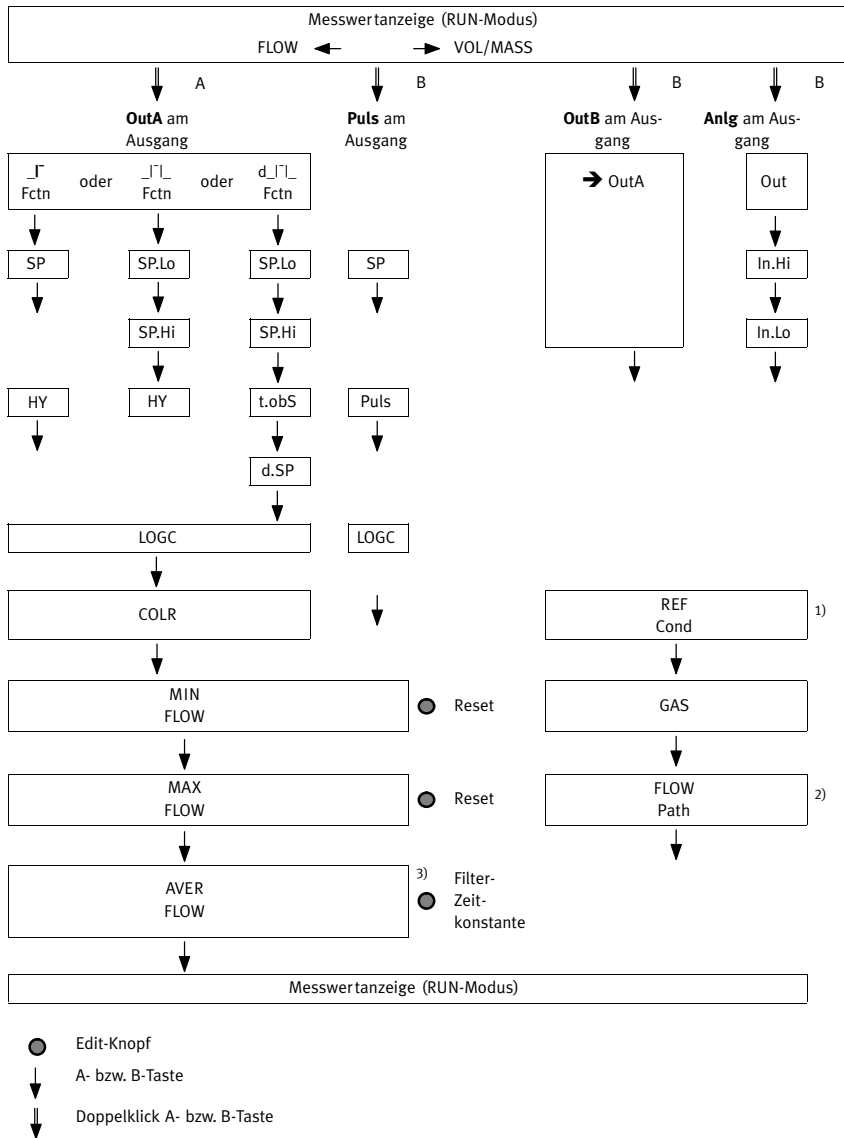

Fig. 15
- Durch erneutes Drücken der A-Taste wird der jeweils folgende Parameter angezeigt (➔ Fig. 15).
- ➔ Der erste eingestellte Parameter wird angezeigt. [Fctn] bei OutB bzw. [Out] bei Anlg blinkt (➔ Fig. 15).
Durch erneutes Drücken der B-Taste wird der jeweils folgende Parameter angezeigt(➔ Fig. 15).